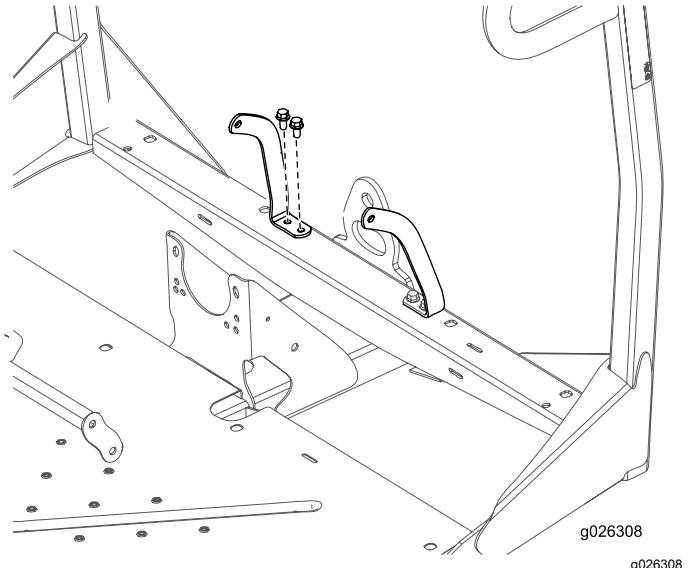

図 9
5. 前フレームに左右のシートベルトアンカーを固定するボルト3/8 x 3/4 インチ4本とナット3/8 インチ4個を使用し図 9 のように取り付ける。